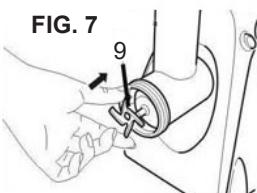

FIG. 7
Pozitionați cuțitul (9) cu partea ascuțită înspre exterior (7), în caz contrar, aparatul nu va funcționa corespunzător (fig.7).